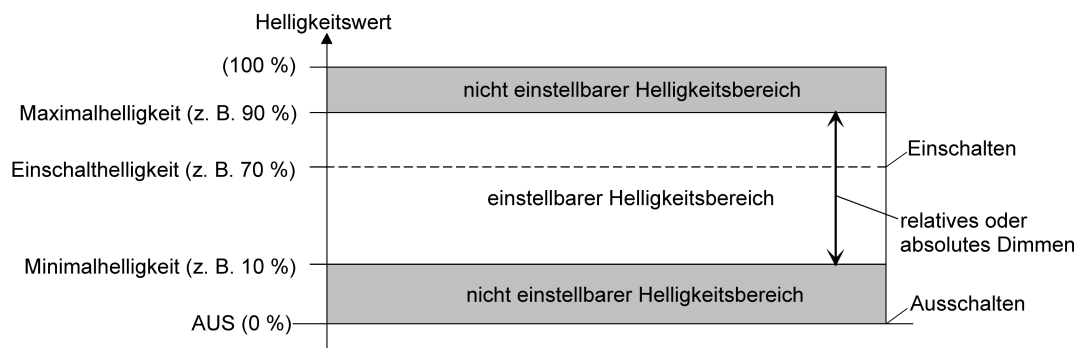

Bild 13: Beispiel eines Helligkeitsbereiches mit Minimalhelligkeit
- Definition der unteren Helligkeitsgrenze mit Minimalhelligkeit (Bild 13):
- i** In der Betriebsart "Drehzahlsteller" bei der Gerätevariante "1fach" kann - analog zur Beschreibung der Helligkeitswerte für eine Beleuchtungssteuerung in diesem Kapitel - die Minimaldrehzahl in der ETS konfiguriert werden (Bild 13). Die alternative Konfiguration einer Grunddrehzahl ist hierbei aus technischen Gründen nicht vorgesehen. Die Maximaldrehzahl ist ebenfalls nicht per Parameter einstellbar. Sie ist fest auf 100 % vorgegeben. Die Einschalt-drehzahl ist unveränderbar auf Maximaldrehzahl (100 %) vorgewählt.